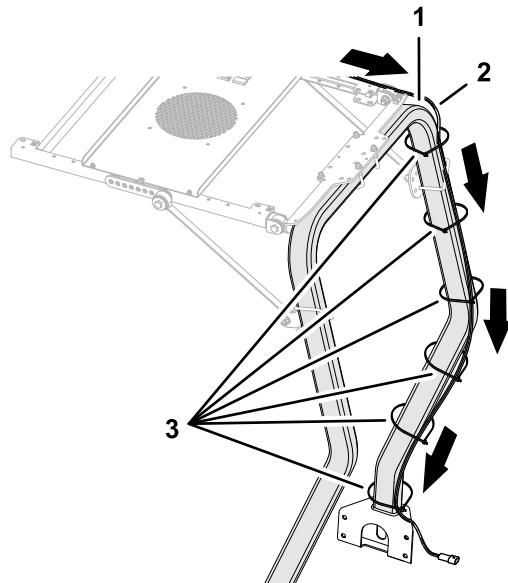

Figure 7
1. Acheminez le faisceau du pare-soleil le long du tube de l'arceau de sécurité, comme montré à la Figure 7.
2. Faites passer l'extrémité du faisceau de câblage étiquetée P08 à travers le passe-câble de la plate-forme (Figure 7).
2. Attachez le faisceau de câblage au tube de l'arceau de sécurité avec autant d'attache-câbles que nécessaire (Figure 7).
4. Attachez le faisceau du pare-soleil au tube de l'arceau de sécurité avec autant d'attache-câbles que nécessaire (Figure 7).